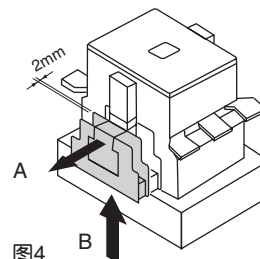

图4
- (1) 按照箭头A的方向拉动辅助触头单元,留出2mm左右的间隙后,再按照箭头B的方向将其拉出。(图4)